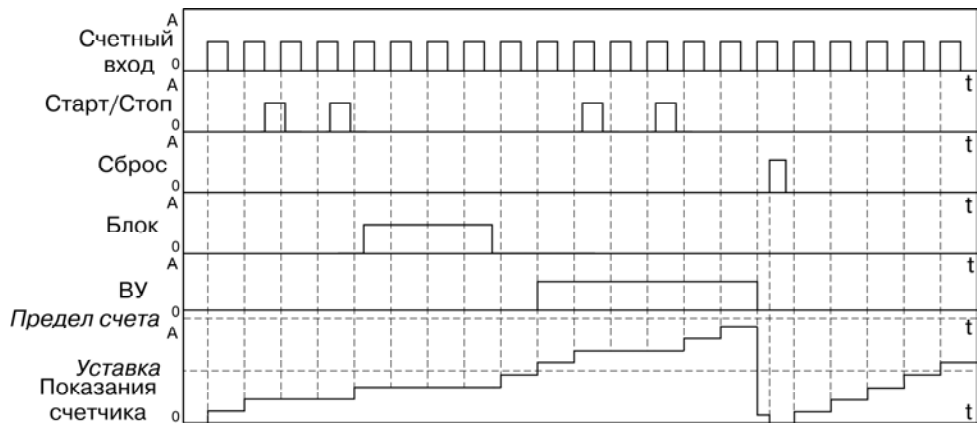

Рисунок 3.9
- тип работы по сигналу «Сброс» – «Сбросить счетчик и продолжать счет» ($rSt =Cnt$) (рисунок 3.9).